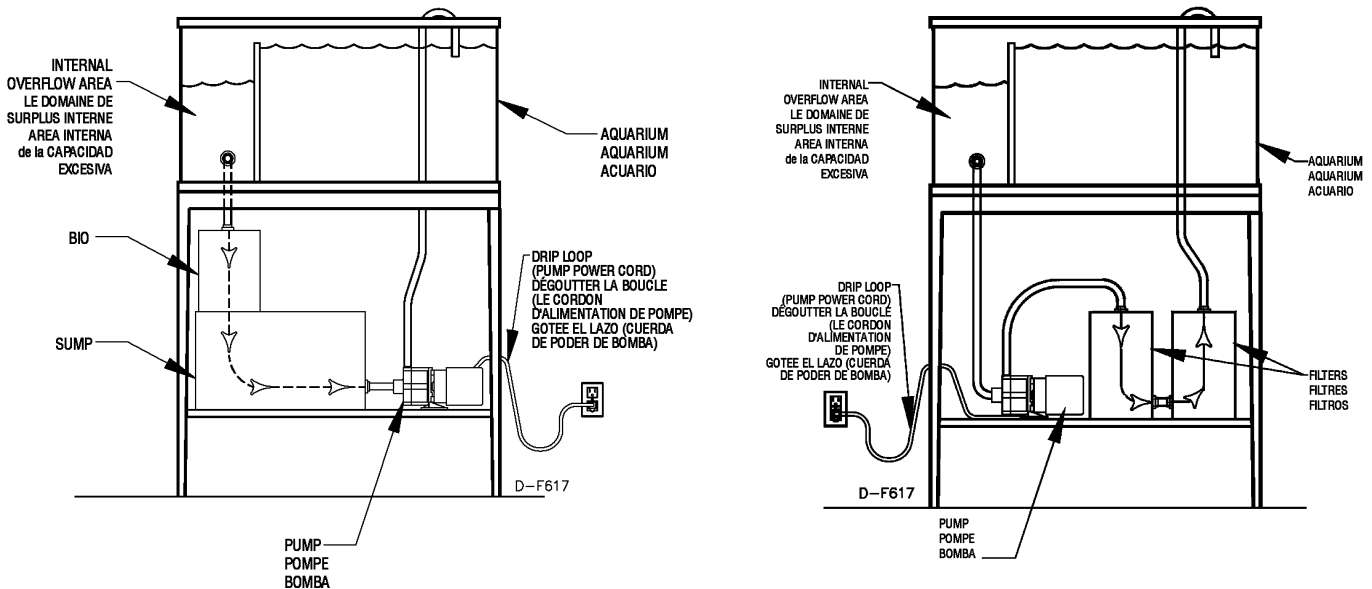

Figure 1 • Figure 1 • Figura 1
5. To avoid the possibility of the pump plug or receptacle getting wet, position aquarium stand and tank to one side of a wall-mounted receptacle to prevent water from dripping onto the receptacle or plug. Arrange a drip loop for each cord connecting an aquarium pump to a receptacle (Figure 1). The drip loop is that part of the cord below the level of the receptacle (or the connector if an extension cord is used) that prevents water from traveling along the cord and coming in contact with the receptacle. If the plug or receptacle does get wet, **DO NOT** unplug the cord. Disconnect the fuse or circuit breaker that supplies power to the pump. Then unplug and examine for presence of water in the receptacle.
14. **IN ANY INSTALLATIONS WHERE PROPERTY DAMAGE AND/OR PERSONAL INJURY MIGHT RESULT FROM AN INOPERATIVE OR LEAKING PUMP DUE TO POWER OUTAGES, DISCHARGE LINE BLOCKAGE, OR ANY OTHER REASON, BACKUP SYSTEM(S) AND/OR ALARM SHOULD BE USED.**
5. Afin d'éviter toute possibilité que la fiche ou la prise de la pompe ne se mouille, positionnez le support et le réservoir de l'aquarium à côté de la prise murale. Ceci empêche le contact de gouttes d'eau avec la prise ou la fiche. L'utilisateur peut prévoir un "anneau de sécurité" dans chaque cordon reliant l'aquarium à la prise murale (voir Figure 1). L'anneau de sécurité constitue la partie du cordon qui se trouve au-dessous du niveau de la prise murale ou du connecteur si l'on utilise une extension. Cette mesure empêche le passage de l'eau le long du cordon et le contact de l'eau avec la fiche murale. Si la fiche ou la prise sont mouillées, **NE DÉBRANCHEZ PAS** le cordon. Débranchez le fusible ou mettez hors tension le disjoncteur qui fournit l'alimentation à la pompe. Débranchez ensuite le cordon et examinez-le afin de voir s'il y a de l'eau dans la fiche murale.
14. **DANS TOUTE INSTALLATION OÙ DES DOMMAGES OU DES BLESSURES PEUVENT RÉSULTER D'UN MAUVAIS FONCTIONNEMENT DES POMPES OU D'UN DÉBORDEMENT DU BASSIN CAUSÉ PAR UNE PANNE DE COURANT, LE BLOCAGE D'UNE CONDUITE DE SORTIE OU POUR TOUTE AUTRE RAISON, UN OU PLUSIEURS SYSTÈME(S) ET/OU UNE ALARME DE SECOURS DOIT (DOIVENT) ÊTRE UTILISÉ(S).**